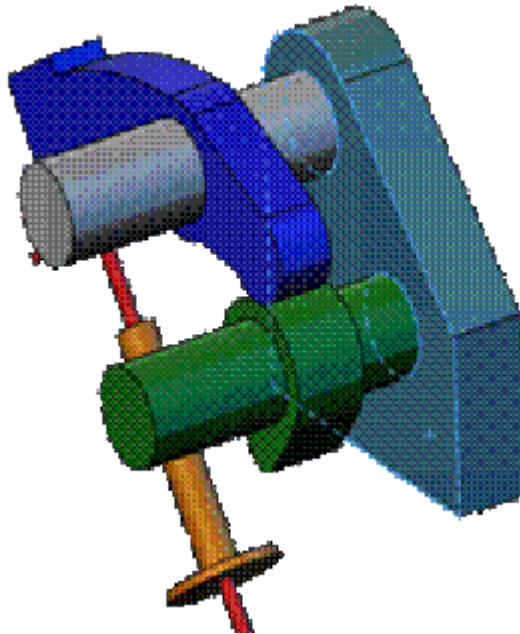

Рис. 5.2. Обертання моделі
3.1. Виберіть **Обертати вид**  і поверніть модель (рис. 5.2) для відображення контакту між стержнем кулачка та гранями шатуна.